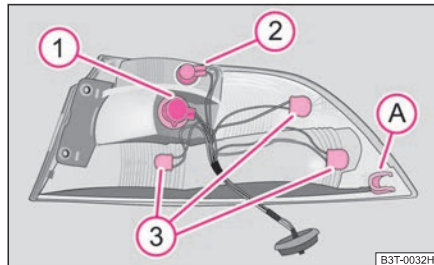

Abb. 224 Äußerer Teil der Heckleuchteinheit: Lampen
- Zum Wiedereinbau führen Sie zuerst die Heckleuchteinheit mit der Aufnahme (A) ⇒ Seite 257, Abb. 224 nach vorn auf einen Bolzen an der Karosserie.
Einbauage der Lampen in der äußeren Heckleuchteinheit ⇒ Abb. 224.